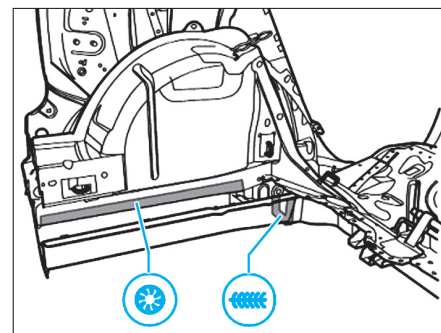
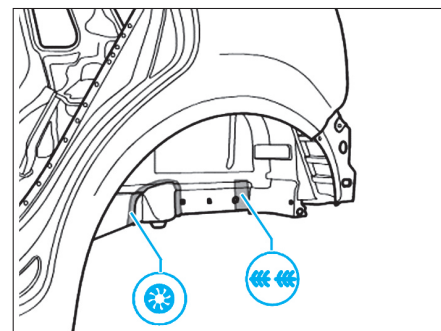

FIG. 136
FIG. 137
- Souder le longeron arrière comme illustré (Fig.136) et (Fig.137).